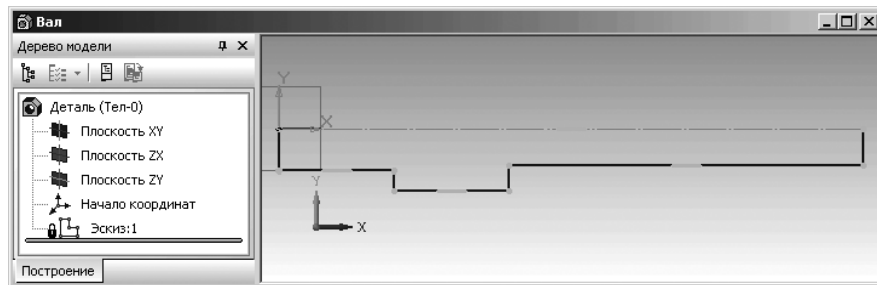

Рис. 2.44. Окно модели **Вал** с возможным видом построенного контура вала с отображением символов ограничений ( ——— Горизонтальность)
- щелкните по функциональной клавише **F9** для показа всего построенного контура вала. Возможный вид построенного контура вала показан на рис. 2.44.